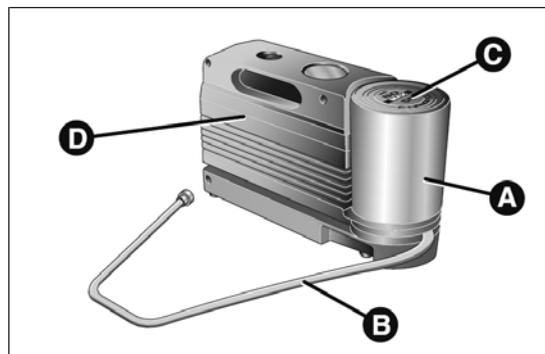

fig. 159
- une pompe A fig. 159 contenant le liquide pour sceller, munie de :